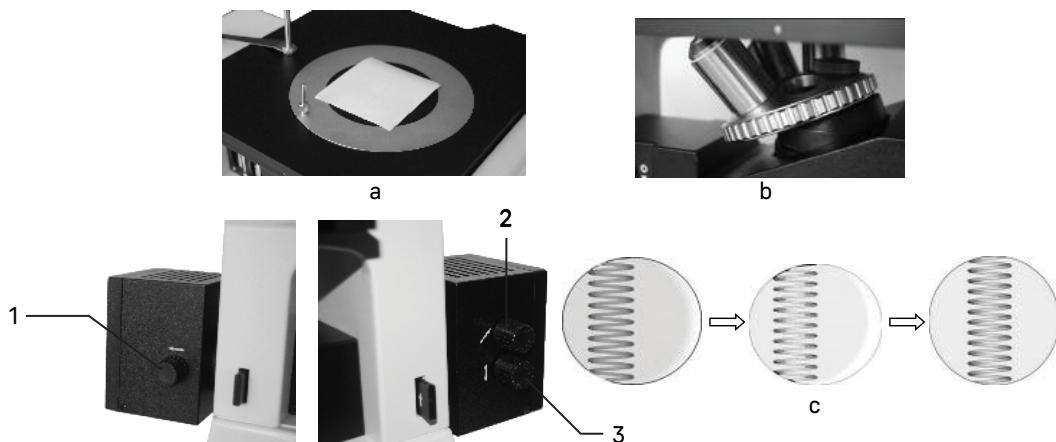

Рис. 8. Центрировка источника света
1. Кусок белой бумаги (примерно 40 x 50 мм) положите на предметный столик, как показано на рис. 8а. При этом прижмите в сторону.
2. Выверните один из объективов из револьвера и введите в ход лучей свободное гнездо револьвера – отверстие без объектива, как показано на рис. 8б.
3. Откройте полевую и апертурную диафрагмы, в этот момент на белой бумаге появится яркое световое пятно с изображением нити внутри, как показано на рис. 8с.